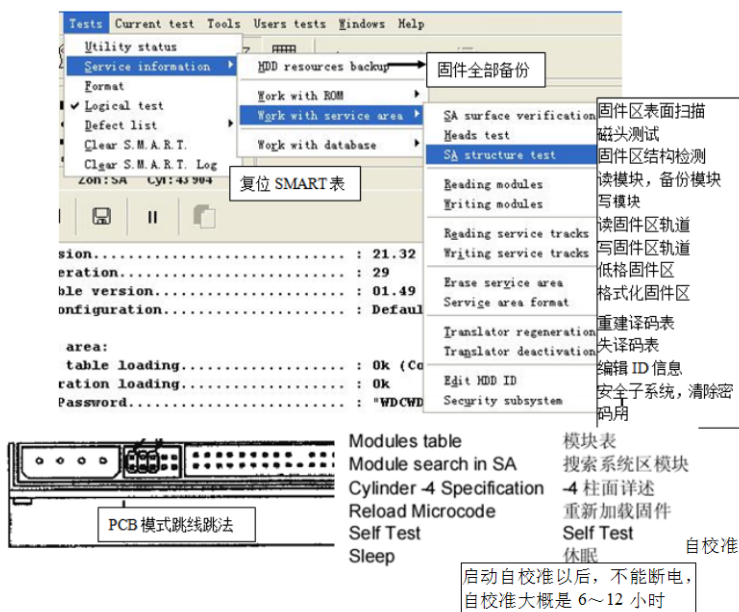

图 7-53 硬盘的 SA Structure test 说明
(7) 硬盘的 SA Structure test 说明如图 7-53 所示。